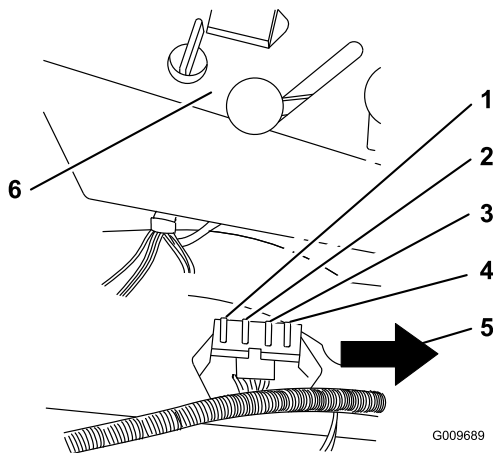

Bild 42
1. Heben Sie den Sitz an, um die Sicherungshalter zugänglich zu machen (Bild 42).
3. Setzen Sie eine neue Sicherung ein (Bild 42).